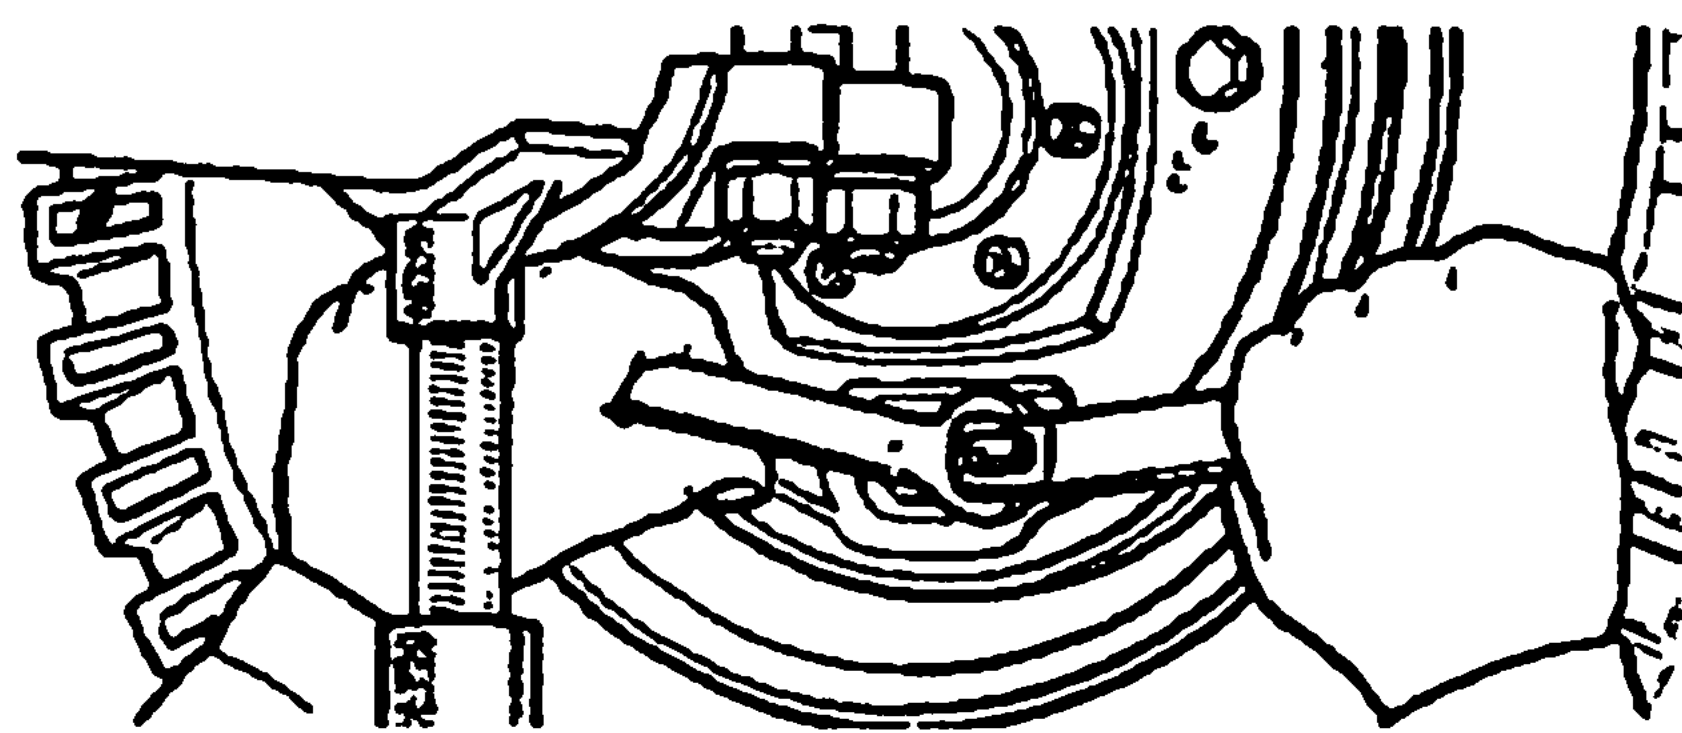

Рис. 109. Регулировка тормозных колодок заднего колеса с помощью опорных пальцев
3. Нажав на педаль тормоза усилием 12 - 16 кгс, подвести поворотом опорных пальцев концы колодок со стороны пальцев до упора в барабан (рис. 109). Затем затянуть в этом положении гайки опорных пальцев, не допуская при этом их поворота.